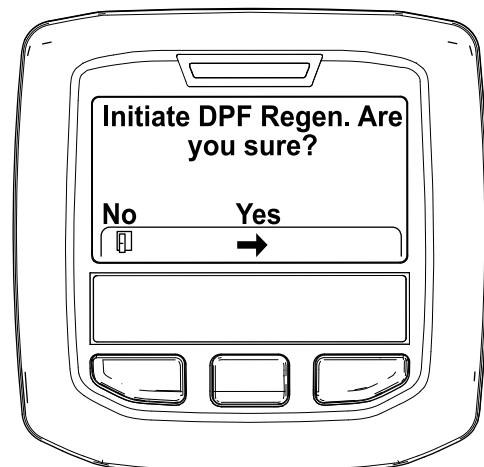

Figura 32
- Quando surgir a mensagem "Initiate DPF Regen. Are you sure?" (Iniciar Regen. DFP. Tem a certeza?), prima o botão central (Figura 32).